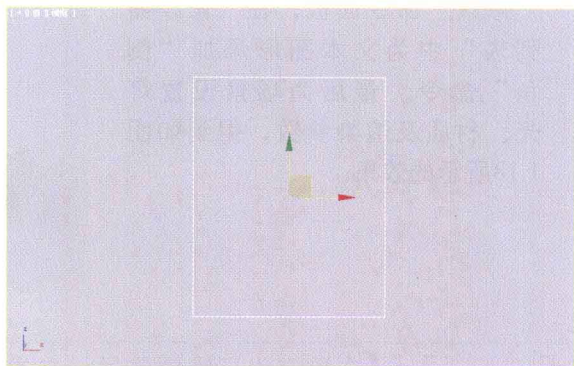

图1.13
- 01 在“创建”命令面板中单击【图形】按钮，进入“图形”命令的“创建”命令面板，单击 **矩形** 按钮，在“前”视图中拖出一个矩形，如图1.13所示。